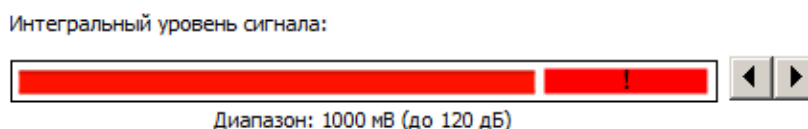

Рис. 4.27 Индикатор интегрального уровня регистрирующий перегрузку
**Внимание!** Следует избегать полного окрашивания шкалы индикатора (Рис. 4.27) что означает перегрузку измерительного канала следствием которой является возникновение нелинейных искажений сигнала приводящих к недостоверным результатам измерений.